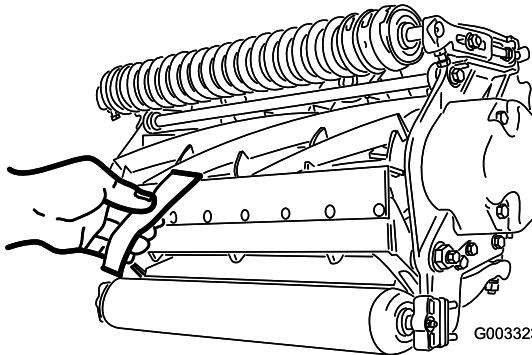

Figura 8
- B. Insira uma fita comprida de papel de desempenho de corte (Peça Toro N.º 125-5610) entre o cilindro e a lâmina de corte (Figura 8) e, em seguida, rode **lentamente** o cilindro para a frente; deve cortar o papel; caso contrário, repita os passos A e B até que o faça.
- Insira uma fita comprida de papel de desempenho de corte (Peça Toro N.º 125-5610) entre o cilindro e a lâmina de corte, perpendicular à lâmina de corte (Figura 8) e, em seguida, rode **lentamente** o cilindro para a frente; deve cortar o papel; caso contrário, rode cada parafuso de ajuste da barra de apoio no sentido dos ponteiros do relógio 1 clique e repita este passo até que corte o papel.